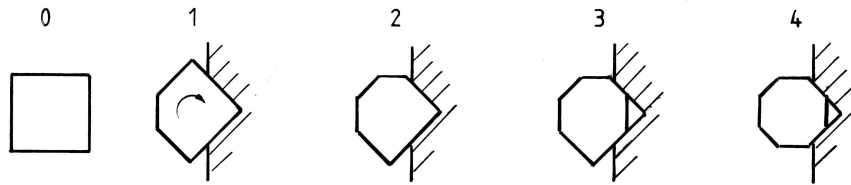

Abb. 3: Ablaufschema Achtkant sägen.
Die Abbildung 3 zeigt das Ablaufschema vom Rohmaterial (0) bis zum letzten Schnitt (4).